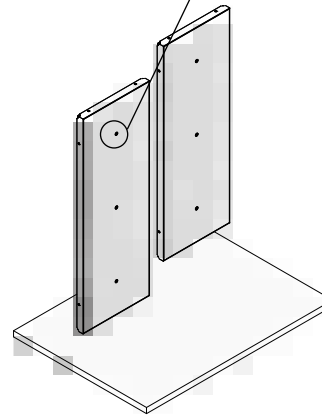
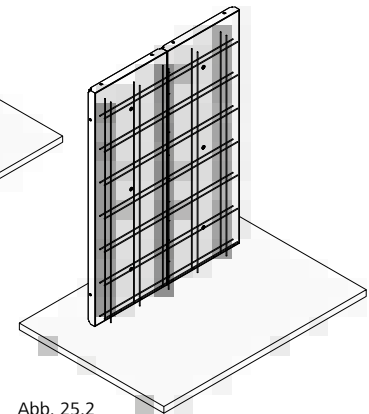

Abb. 25.1
Abb. 25.2
1. Stellschalungselement stellen (Abb. 25.1 und XT-4 und -5), Bewehrungsarbeiten durchführen (Abb. 25.2).